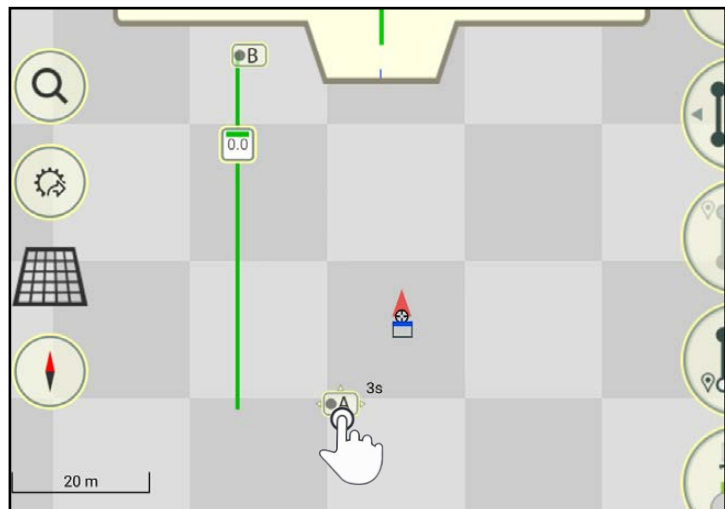

Abb. 114: A-Punkt verschoben
3. Tippen Sie auf eine gewünschte Position im Feld, um den Spurmarker dort zu platzieren (siehe Abb. 114).